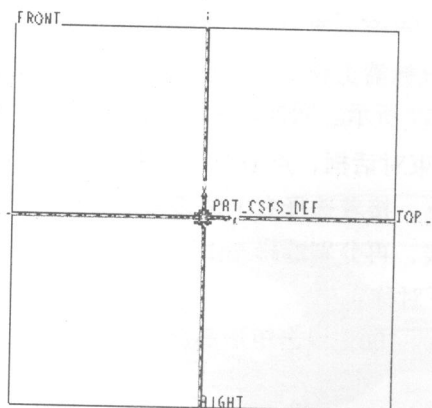

图 1-12 绘制两中心线
(1) 点击下拉菜单“文件”(File)→“新建”(New)，使用缺省设置，直接点击确定按钮。再点击下拉菜单“插入”(Insert)→“拉伸”(Extrude)或从右工具条上点取。系统弹出拉伸功能操作面板后，再点取操作面板上的“放置”(Placement)二字，系统弹出上滑面板，再点击其上的“定义”(Define)二字，系统弹出对话框，用鼠标左键选择“FRONT”基准面，再点击对话框中的“草绘”(Sketch)按钮，在弹出的对话框中，点取“关闭”(Close)，即进入草绘功能。
(2) 点击文件菜单“草绘”(Sketch)→“线”(Line)→“中心线”(Centerline)或从右工具条上点取，点击这个图标  上的箭头按钮，系统弹出子工具条：，点取最右边的中心线按钮 ，分别绘制与水平和垂直基准线重合的两条中心线，如图 1-12 所示。